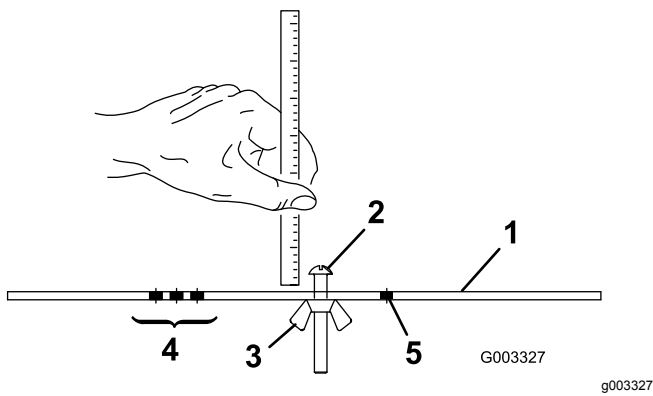

Figure 23
2. Desserrez l'écrou du gabarit (Figure 23) et tournez la vis de réglage de manière à obtenir la hauteur de coupe voulue.